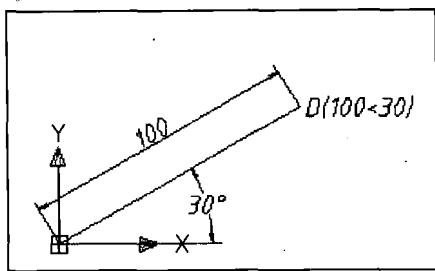

图 1-13 绝对极坐标
① 绝对极坐标 绝对极坐标是指通过某点距当前坐标系原点的距离，及它在 XOY 平面上该点与坐标原点的连线与 X 轴正向的夹角来确定的位置，其输入格式为 “距离 < 角度”。如图 1-13 所示，“100 < 30” 表示 D 点距原点为 100，与 X 轴的正向夹角为 30° 。